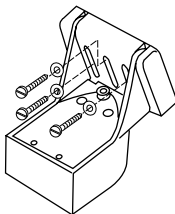

Рис.2-6
5. Снять струбцину. Установить шурупы в пазы крепежной пластины, как это показано на рис. 2-6. Во внешних пазах шурупы следует установить на расстоянии около 6 мм от нижней границы паза. В центральном пазу шуруп следует установить на расстоянии около 6 мм от верхней границы паза. (Это позволит регулировать высоту навески излучателя). Под шурупы следует высверлить отверстия глубиной 19 мм и диаметром 3,6 мм. Чтобы не сверлить слишком глубокое отверстие, следует изготовить маску высотой 22 мм. Если струбцина излучателя навешивается на транец из стеклопластика, для предотвращения скалывания поверхности транца следует прежде сверления глубокого тонкого отверстия под шуруп, высверлить отверстие диаметром 6 мм и глубиной 1,5 мм.